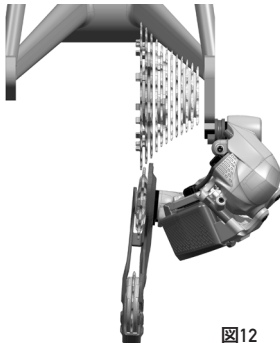

図12
- ・ リア・ディレイラーを最大スプロケットに動かして後ろ側から観察した際、リア・ディレイラーを取り付けているリア・エンドが曲がっているために、プーリー・ケージの下側がホイールのスポークに近づきすぎている (図12)。